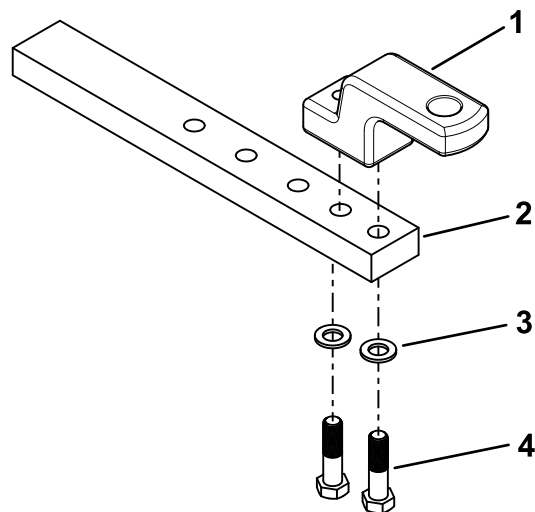

Figura 5
- Utilizzate 2 viti (M18) e 2 rondelle per fissare la barra a martello alla barra di traino (Figura 5).